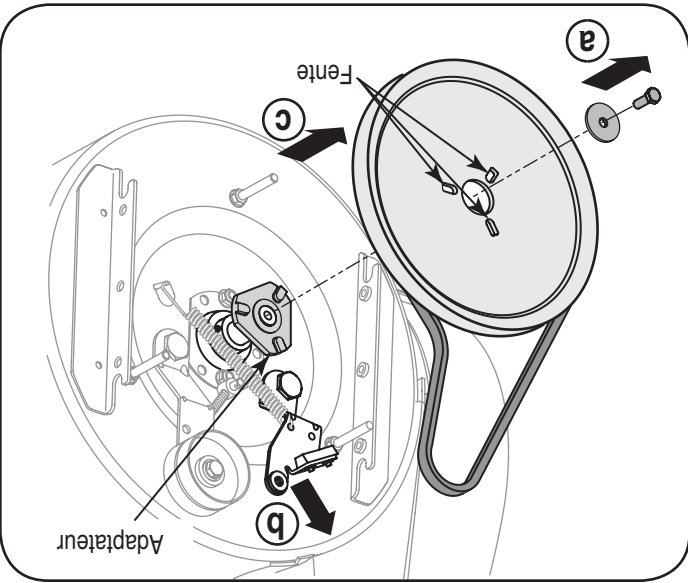

Figure 29
9. Bloquez la turbine avec une cale en bois pour l'empêcher de tourner et utilisez une clé de 1/2 po pour enlever la vis à tête hex. et la rondelle du milieu de la poulie sur l'habitacle de la tarière. Voir la Figure 29.
10. Dégagez le support du frein de la gorge de la poulie et libérez la poulie des taquets de l'adaptateur de la poulie de la tarière pour enlever la courroie usagée. Voir la Figure 29.
12. Tournez la poulie selon le besoin pour aligner les trois fentes avec les taquets de l'adaptateur de la poulie, puis éloignez le support du frein de l'arbre d'admission. Poussez la poulie de la tarière à fond sur l'adaptateur tout en alignant les fentes de la poulie et les taquets de l'adaptateur. Voir la Figure 29.
REMARQUE : Si l'adaptateur de la poulie a été démonté en même temps que la poulie, alignez les cannelures de l'adaptateur de la poulie et l'arbre d'admission de la tarière et poussez la poulie et l'arbre d'admission. Voir la Figure 29.